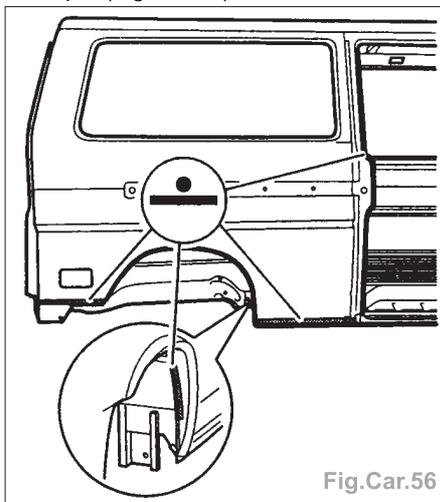

Fig.Car.56
- le panneau latéral à la pointeuse électrique (Fig.Car.56),